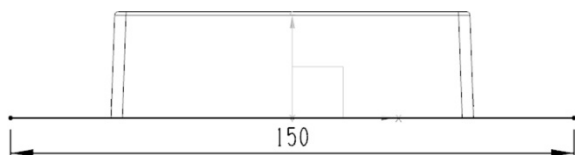

图 10-7 绘制直线
(11) 单击“拉伸”按钮,以 ZOX 面为草绘平面, X 轴为水平参考,绘制一条直线,如图 10-7 所示。